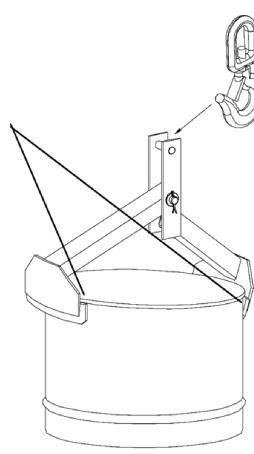

Fig. 2
2.3. Al comenzar la elevación, los dos extremos de la pinza tienden a cerrarse. Compruebe entonces que la pinza está alineada con el diámetro del bidón y que la cuna situada en cada extremo de los dos brazos(1 y 2) está perfectamente posicionada debajo de la pestana del bidón a elevar. (fig.2).